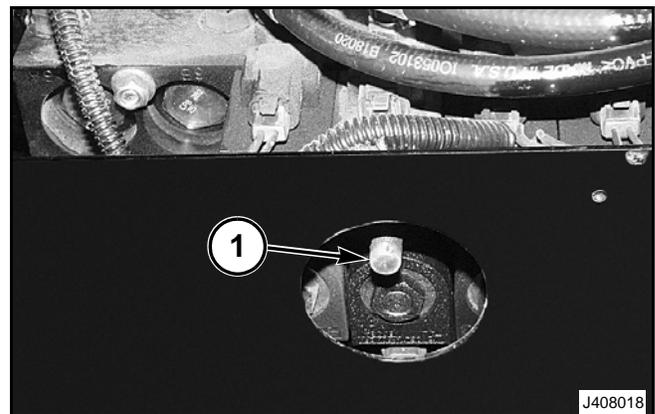

FIG. 2
FIG. 2: Asegúrese de que el dispositivo de alivio manual de flotación (1) esté en la posición de alivio. El alivio manual está situado en la válvula auxiliar del tractor debajo de la cabina.